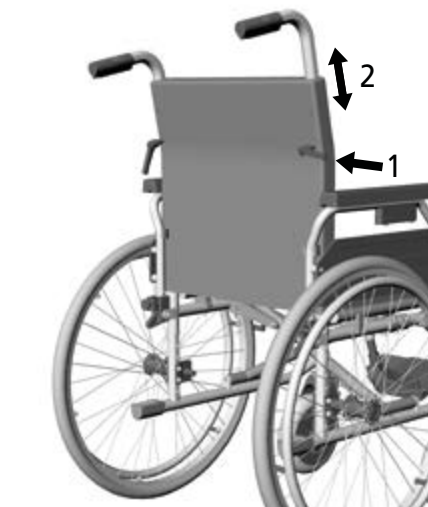

Abb.23
1. Lösen Sie zunächst die Klemmhebelschrauben an der Rückseite der Rückenlehne. (1, Abb. 23)
2. Nun können Sie das Rohr des Schiebegriffs nach oben in die gewünschte Position herausziehen. (2, Abb. 23)